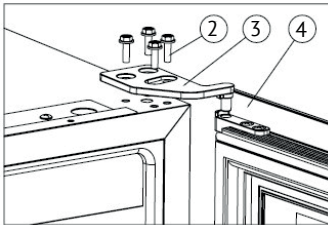

Bild 1
➔ Entfernen Sie die M5\*16-Schrauben ②, entfernen Sie das rechte obere Scharnier ③ und nehmen Sie die Tür ab (Bild 1).